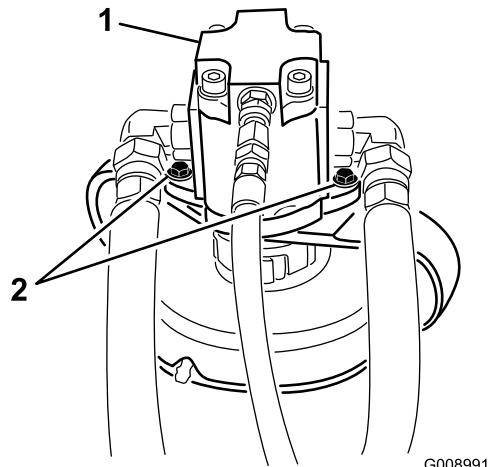

Figura 82
- Retire los pernos que sujetan el motor hidráulico a la carcasa del cortacésped (Figura 82).